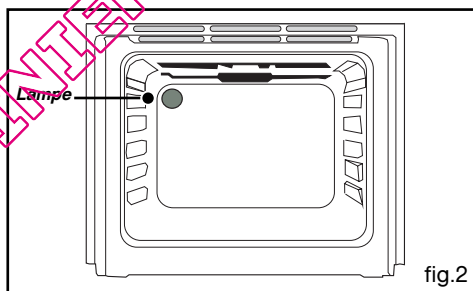

fig.2
**A l'arrière de l'appareil pour modèle 50 cm (fig. 2) :**